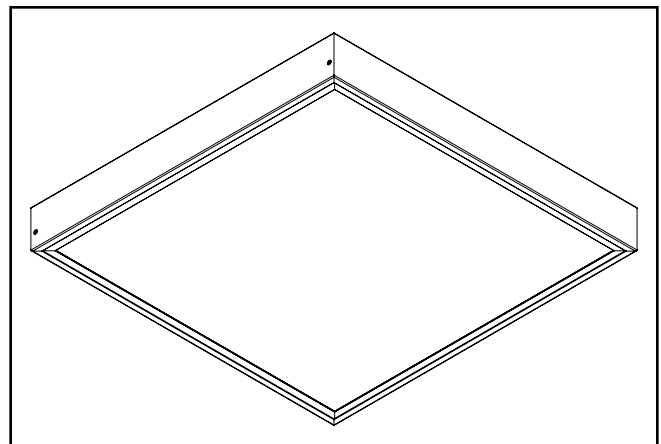

Figure 9.
2. Réinstallez la pièce du cadre retirée avec les vis conservées pour terminer l'installation. (Figure 9.)